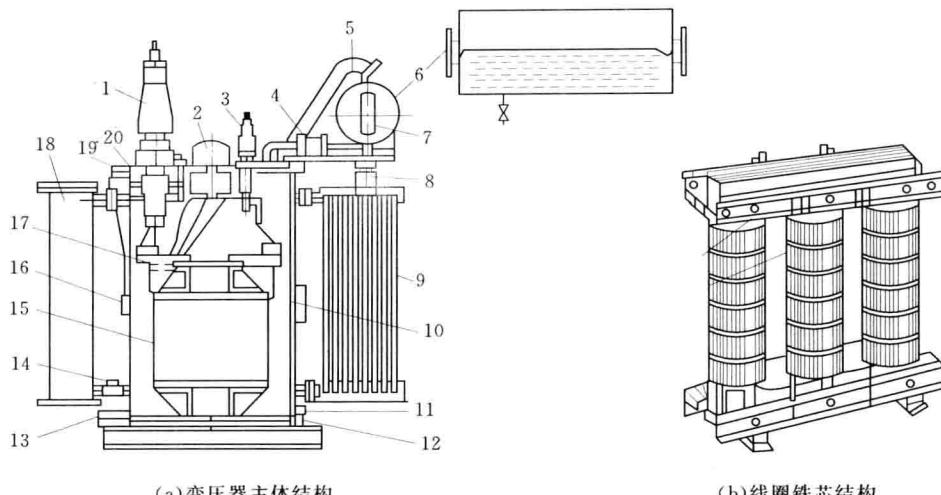

图 1.1 油浸式电力变压器的本体结构图
(2) 检查变压器本体。油浸式变压器本体结构如图 1.1 所示, 对变压器本体各部分应进行以下检查: